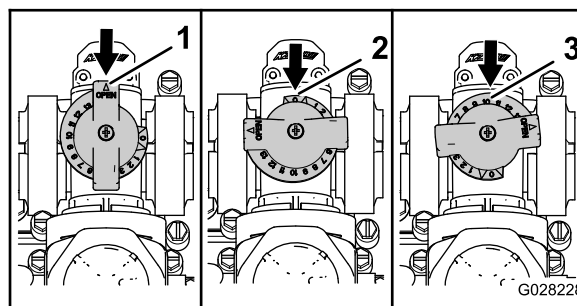

Рисунок 130
- Перепускной клапан перемешивания находится в полностью ОТКРЫТОМ положении, как показано на Рисунок 130.
- Перепускной клапан перемешивания находится в ЗАКРЫТОМ (0) положении, как показано на Рисунок 130.
- Перепускной клапан перемешивания находится в ПРОМЕЖУТОЧНОМ положении (отрегулированном в соответствии с показаниями манометра системы опрыскивания), как показано на Рисунок 130.